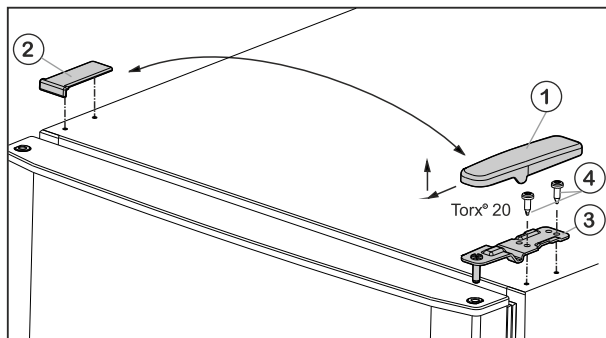

Fig. 5
- ▶ Előre és felfele húzza le a fedelet Fig. 5 (1).
- ▶ Emelje le a fedelet Fig. 5 (2).
- ▶ Csavarozza le az Fig. 5 (3) felső csapágybakját (2 x Torx® 20) Fig. 5 (4), és felfele húzza le.
- ▶ A felső csapágybakot Fig. 5 (3) helyezze a csuklópánt új oldalán az ajtóba.
- ▶ A felső csapágybakot **erősen (4 Nm-es nyomatékkal)** csavarozza fel - (2 db Torx® 20) Fig. 5 (4). Adott esetben használjon akkus csavarhúzót.
- ▶ A fedelet Fig. 5 (1) kívülről helyezze fel az ellenkező oldalra és pattintsa be.
- ▶ A fedelet Fig. 5 (2) mindig felülről helyezze fel az ellenkező oldalra és pattintsa be.